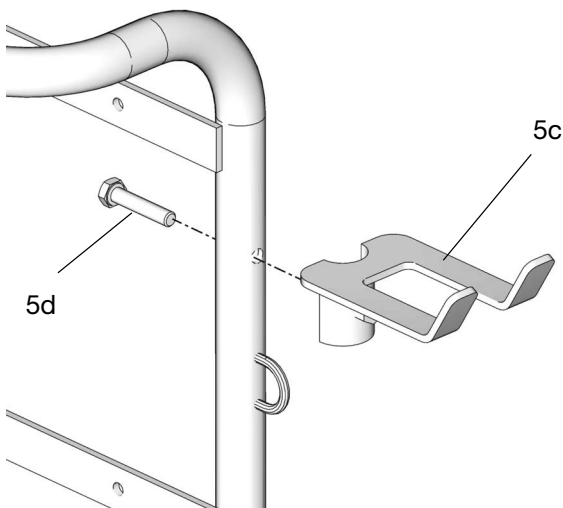

ABB. 32
- Zählerhalterung (5c) am mit der Schraube (5d) am Griffrahmen montieren (ABB. 32).